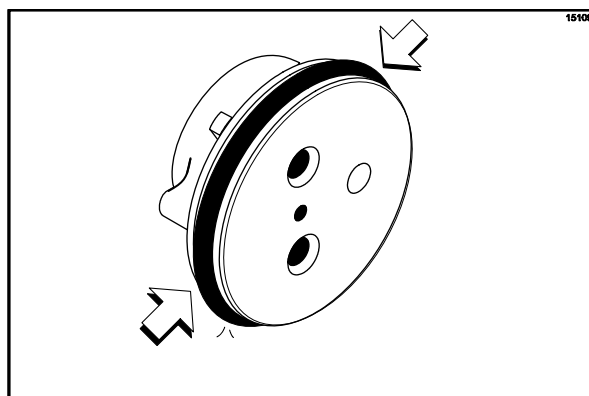

Figura 146
5. Monte o orifício de ar. Deslize o anel de vedação vermelho até o canal do orifício de ar. **NÃO** lubrifique o anel de vedação. (Veja a Figura 146.)